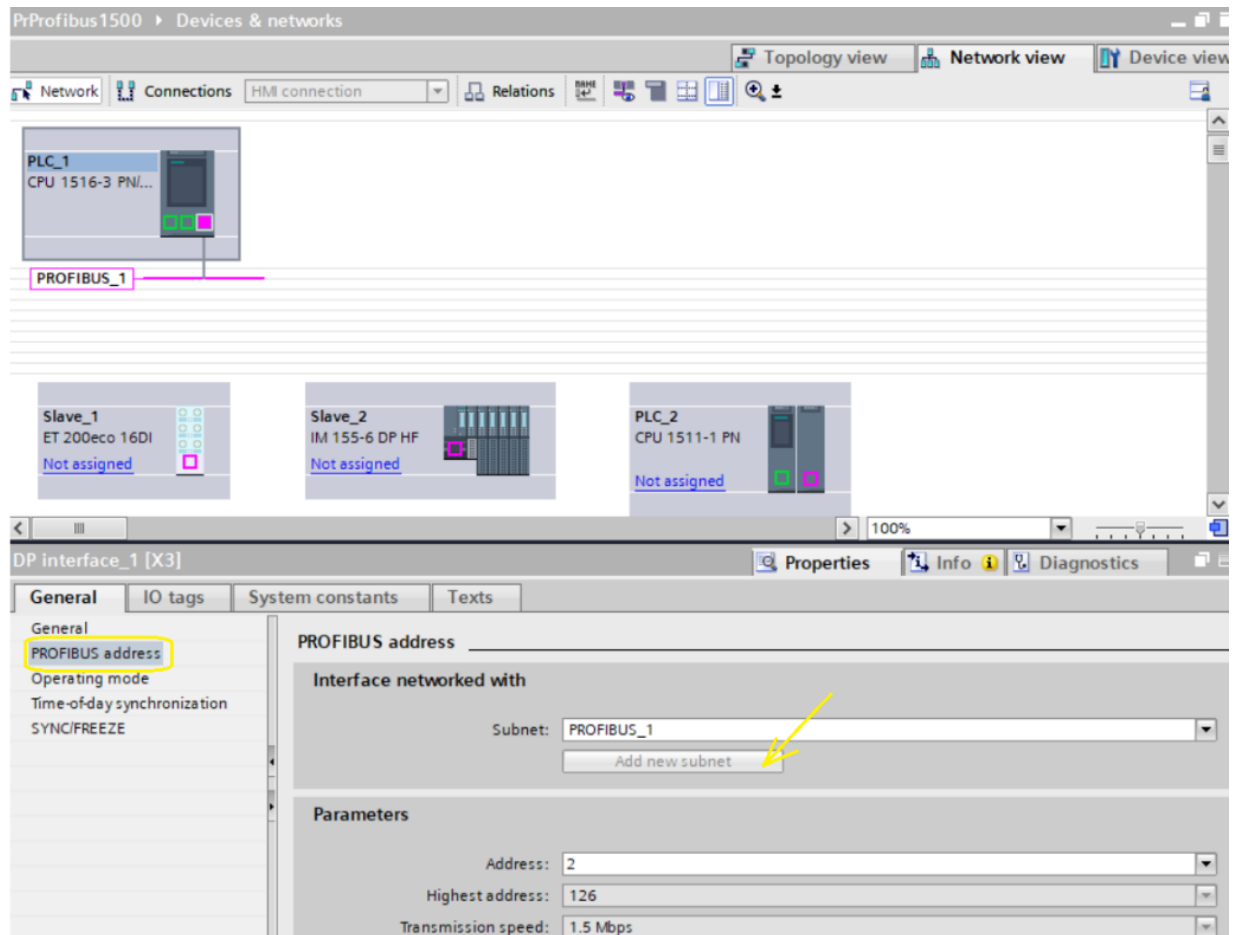

Рисунок 8.5 - Приклад створення мережі PROFIBUS
- Призначте PROFIBUS DP master систему інтерфейсу пристрою DP DP master. Необхідна підмережа PROFIBUS створюється автоматично в процесі. (див. рис. 8.5)